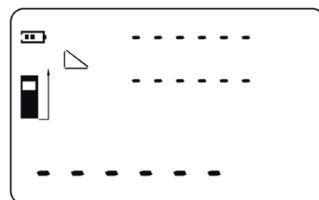

Fig. 16
- Premere il tasto 4 per passare alla modalità della misurazione semplice con la funzione Pitagora (fig. 16).